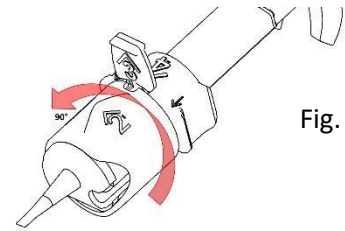

Fig. 2a
4. Lassen Sie das Injektorsystem mit der eingefüllten viskoelastischen Flüssigkeit drei (3) Minuten in horizontaler Position (roter Stopper zeigt nach oben) stehen.
5. Drehen Sie den transparenten Drehring gegen den Uhrzeigersinn um 90° wie beschrieben (siehe flacher Pfeil "2" in Fig. 2a) bis er hörbar einrastet.